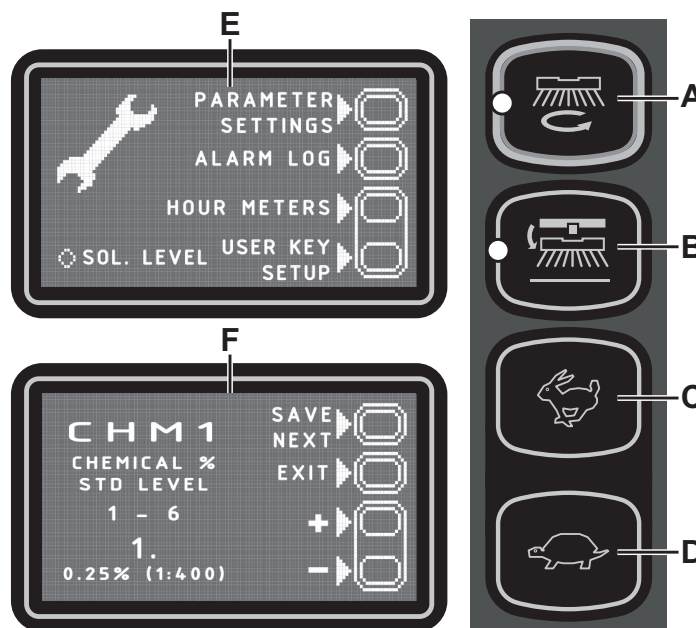

Рис. 8
#### Главное меню (E, Рис. 8)
#### Меню настроек машины (F, Рис. 8)
Для возврата в главное меню (E, Рис. 8) несколько раз нажмите кнопку (A).
- Счетчик ВАКУУМА (время работы вакуумной системы) Для возврата в главное меню (E, Рис. 8) нажмите кнопку (A).